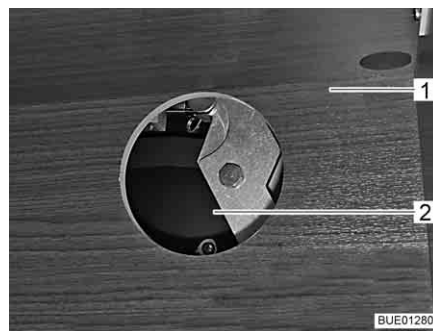

Fig. 119 Accesso all'azionamento
- Aprire l'anta del pensile (Fig. 119,1) secondo lo specifico modello, quindi rimuovere il coperchio dell'apertura di accesso (Fig. 119,2).